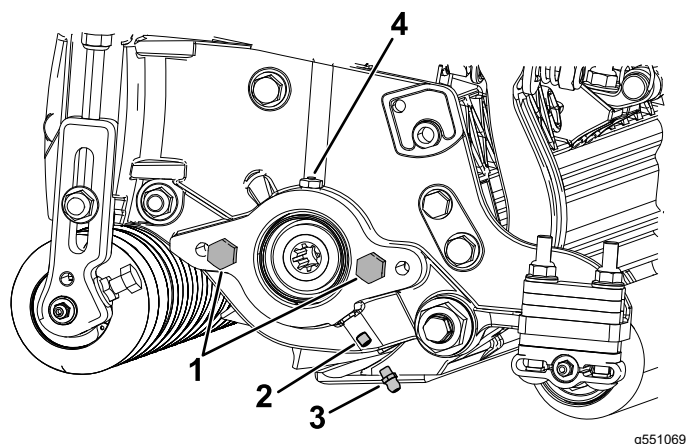

図 4
1. リールモータのサイドプレートの固定ねじを外す。ねじは廃棄する 図 4。
2. グリスフィッティングストレートを取り付ける 図 4。
2. リールモータのサイドプレートにキャップスクリューが付いていない場合は取り付ける 図 4。
5. サイドプレートからグリスを注入する。グリスベントからグリスが漏れてくるまで入れること 図 4。